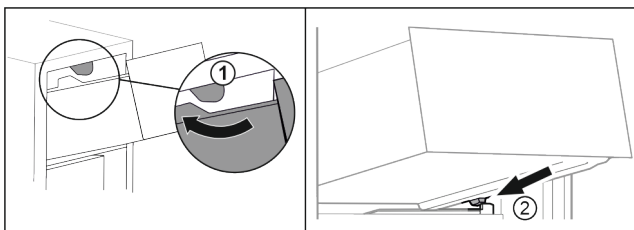

Fig. 18
- ▶ Ved'te zásuvku podél horních zarážek. Fig. 18 (1)
- ▶ Nasaďte zásuvku šikmo za dolní zarážky na žebrování na nádoby. Fig. 18 (2)